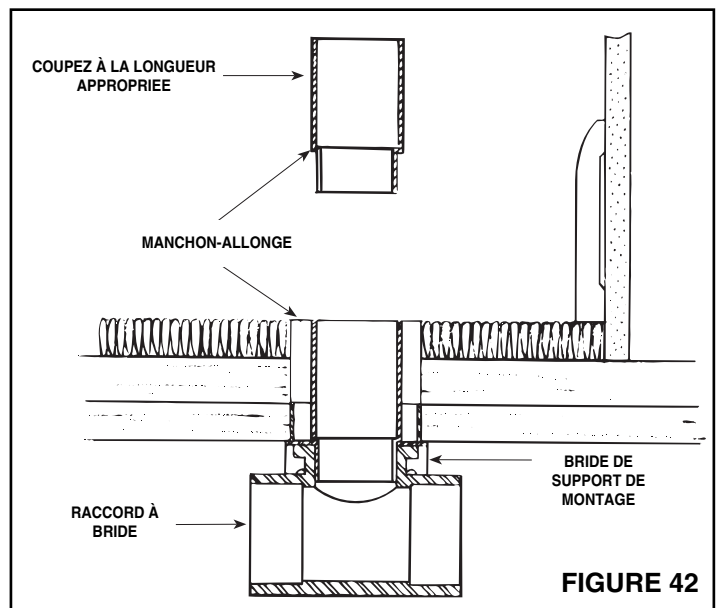

FIGURE 42
4. Voyez la figure 42. Le grand bout du manchon-allonge modèle 399 devrait être découpé à la longueur désirée afin de permettre une assise propre de la prise contre le sol ou la moquette.